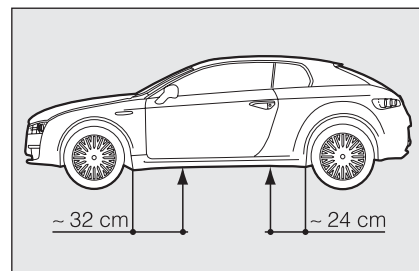

fig. 6
- ☐ il cric va inserito alla distanza indicata in **fig. 6**;